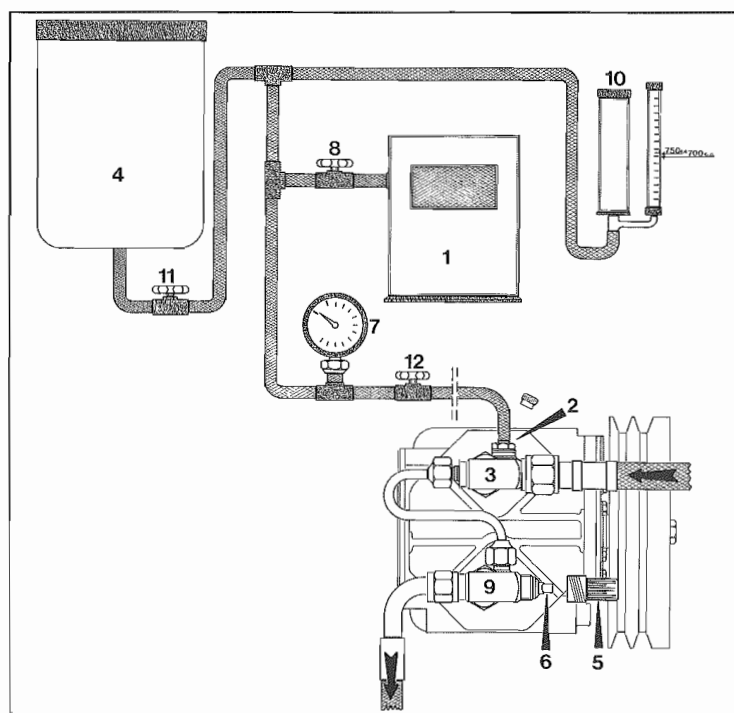

Fig. 8
- Collegare la pompa del vuoto 1 (Fig. 8) tramite il raccordo speciale di carica 2, alla valvola di aspirazione 3. Togliere il cappuccio alla valvola 1 A.
- Connect vacuum pump 1 (Fig. 8) by means of the special charge union 2, to inlet valve 3. Remove cap of valve 1 A.
- **Non funziona** (inviandovi corrente **esterna** non si percepisce l'inserimento o comunque non passa freon attraverso la spia di controllo sul filtro): chiudere il rubinetto 6 (**Fig. 8**) (avvitarlo a fondo) e sostituire la valvola. Riaprire il rubinetto di 2 giri.
- **It does not operate** (by delivering **external** current the engagement is not heard or freon is not seen passing through the sight glass on the filter); close tap 6 (**Fig. 8**) (screw it in completely) and replace the valve. Unscrew the tap two turns.